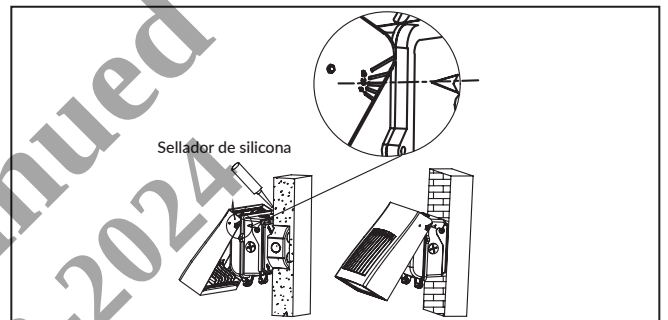

Figura 11
12. Aplique sellador de silicona alrededor del perímetro de la caja del controlador donde se junta con la pared para asegurar un sello hermético. Por último, ajuste el ángulo del cabezal del luminario según las necesidades del proyecto y bloquee el tornillo lateral de cabeza Philips para fijarlo. (Figura 11)